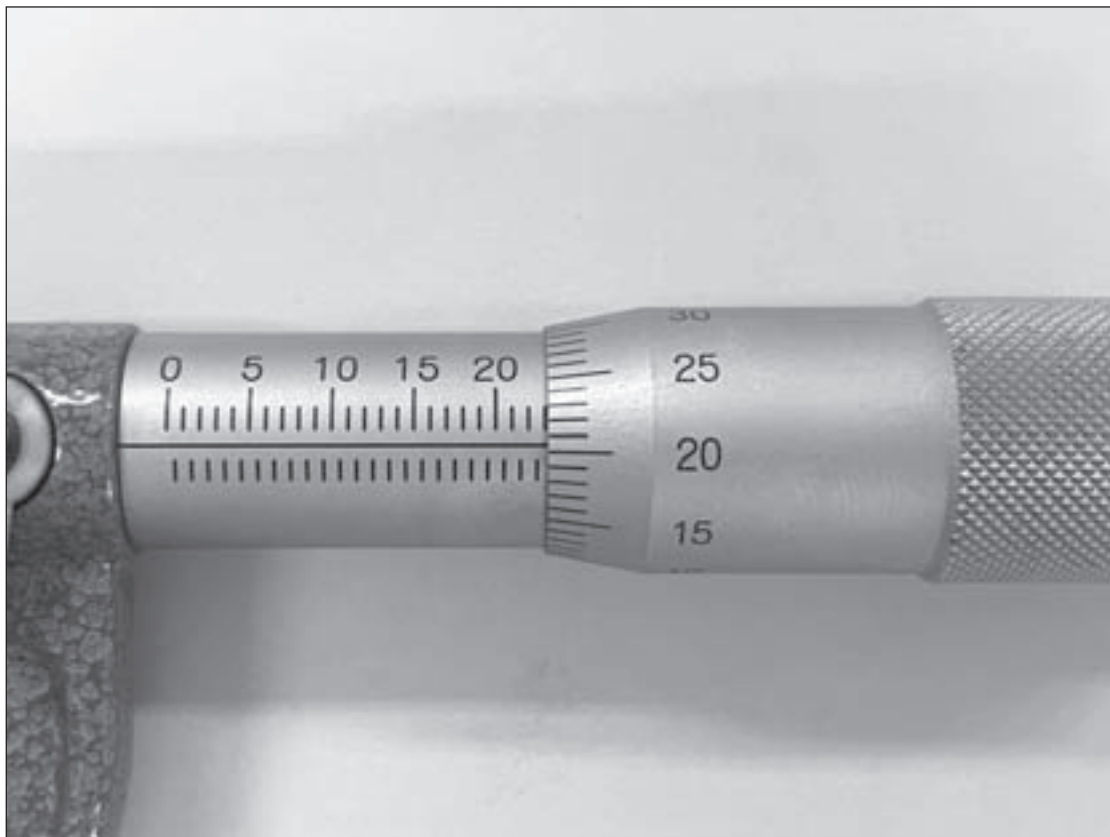

図 1
(5) 次の図 1 に示すマイクロメータの目盛[mm]の値として、最も適切なものを 1 ～ 5 から一つ